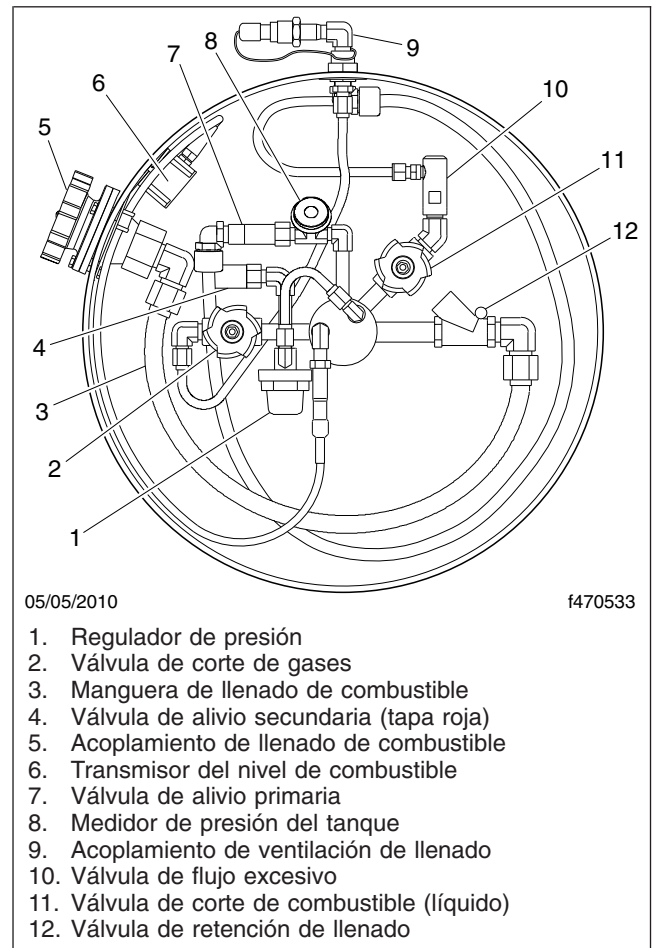
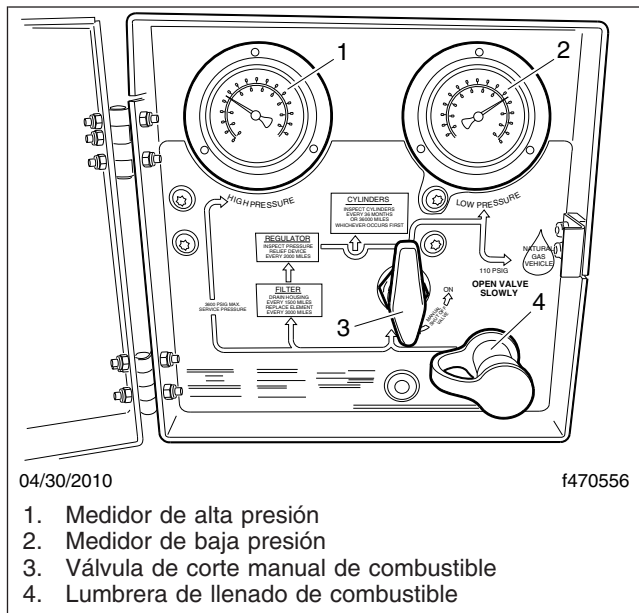

Figura 11.9, Componentes de la tubería del tanque de GNL
Figura 11.10, Panel de combustible GNC
Sistema de combustible de GNL: Una tapa roja debe estar presente en la válvula de alivio secundaria (**Figura 11.9**).
- Inspeccione todos los componentes de la tubería, incluyendo la válvula (o válvulas) de corte de combustible, las válvulas primaria y secundaria de alivio de presión y las válvulas de corte de gas y de flujo excesivo del sistema de GNL, si está equipadas, para ver si tiene daños o fugas. Vea la **Figura 11.9** o la **Figura 11.10**.